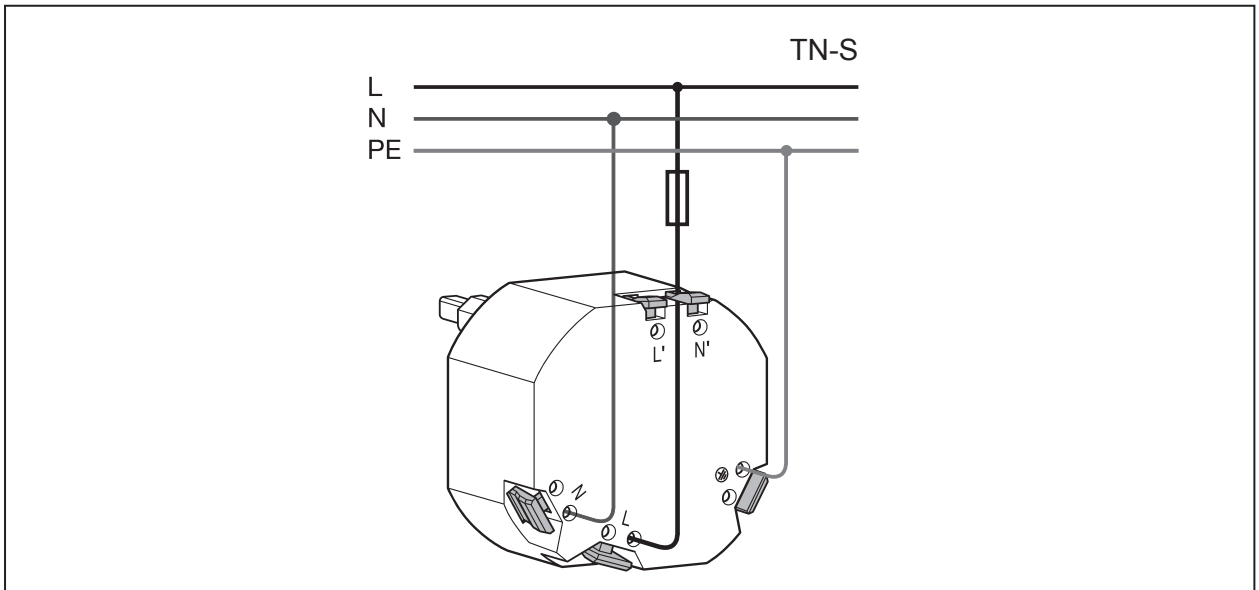

Bild 3
- FI-Schutzschalter anschließen (siehe Bild 3, 4).